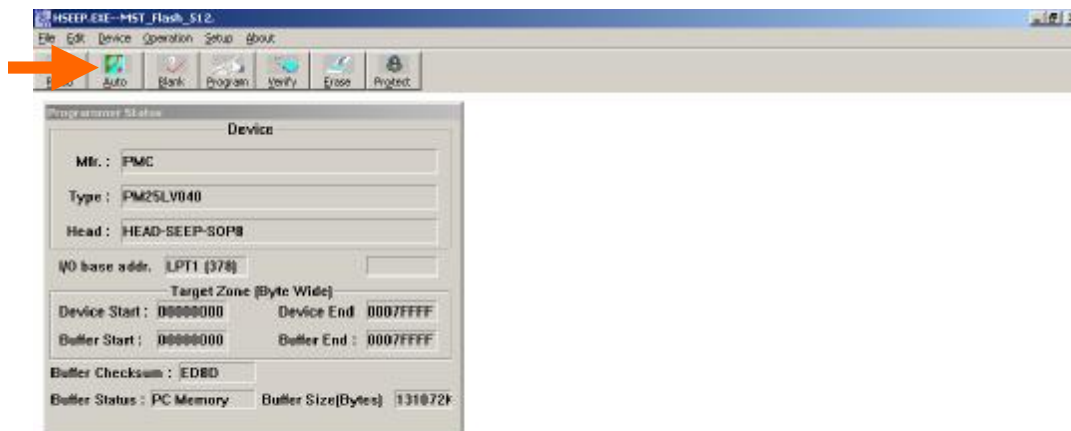
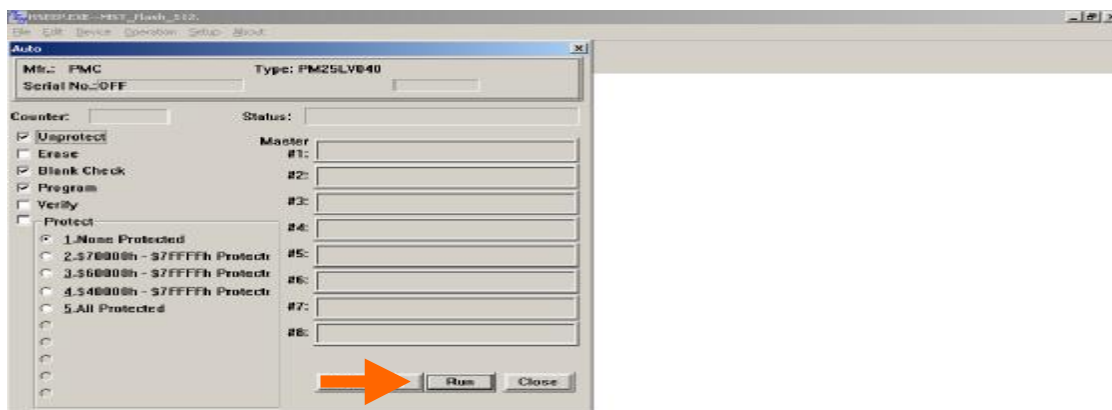

图 9
图 10
8、选择“Binary”, 点击“OK”后, 如(图 9)
9、单击“Auto”(图 9)箭头所示图标, 出现(图 10)所示界面
10、单击“Run”（图 10）箭头所示图标，开始烧写程序，程序烧写完毕后取下 IC 即可，如（图 11）。